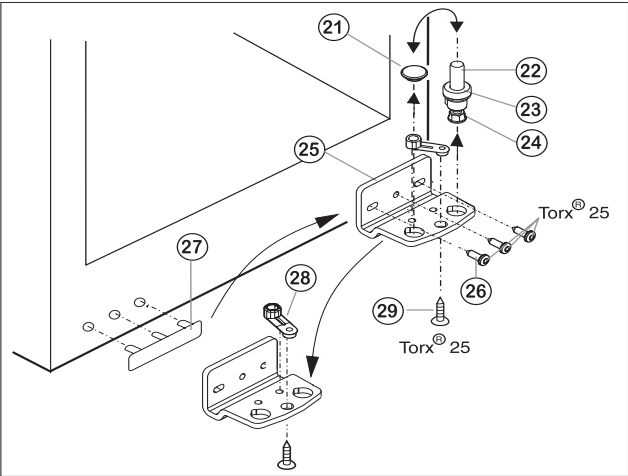

Fig.3
- Извлеките опорный винт Fig. 3 (22) в комплекте с шайбой Fig. 3 (23) и регулируемой опорой Fig. 3 (24), вытягивая его вверх.
- Снимите пробку Fig. 3 (21).
- Открутите Fig. 3 (26) опорный кронштейн Fig. 3 (25).
- Открутите Fig. 3 (29) опорную деталь Fig. 3 (28) и, переставив в отверстие на противоположной стороне опорного кронштейна, снова прикрутите.
- Осторожно снимите и переставьте на противоположную сторону крышку со стороны ручки Fig. 3 (27).
- Снова прикрутите опорный кронштейн Fig. 3 (25) на новую сторону шарнира (с моментом 4 Нм). При необходимости используйте аккумуляторный шуруповерт.
- Переставьте пробку Fig. 3 (21) в свободное отверстие.
- Вновь установите опорный винт Fig. 3 (22) в комплекте с шайбой и регулируемой опорой. При этом фиксатор должен быть направлен назад.